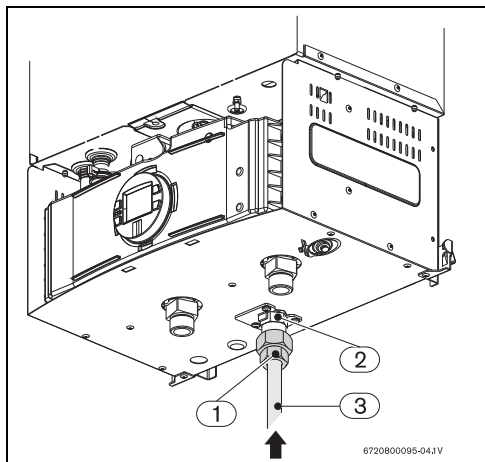

Рис. 26
- Затяните гайку на резьбовом отверстии на газовом входе (Рис. 26 , поз. 1) и используйте медный край (Рис. 26 , поз. 2) для пайки трубы к выходу сети (Рис. 26 , поз. 3).